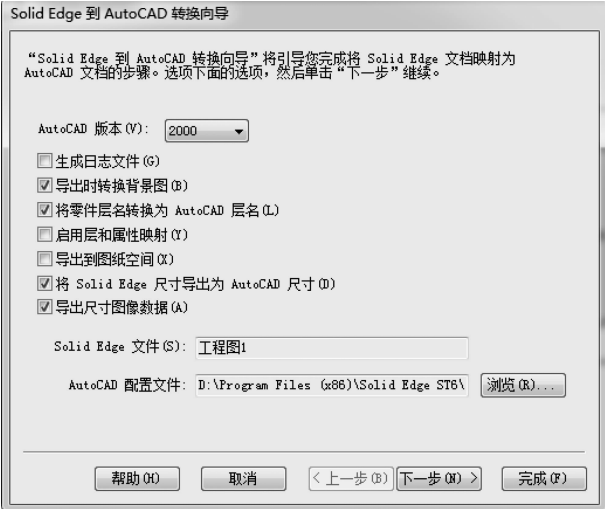

图 9-260 “SolidEdge 到 AutoCAD 转换向导”对话框
- (3) 在【另存为类型】中选择【*. dwg】。
- (4) 单击对话框右下角【选项(O)...】，弹出【SolidEdge 到 AutoCAD 转换向导】对话框，如图 9-260 所示。
- (5) 在此选项卡中可以选择输出 AutoCAD 的文件版本，线条样式建议选择 AUTOCAD 样式，在【下一页】还可以选择【模型空间比例选项】和【图纸页选项】。单击【完成】按钮后，再单击【保存】按钮，即可存为 dwg 格式。